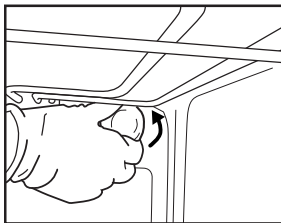

Fig. 7
2. Draai het beschermkapje los (Fig. 7), vervang het lampje (zie de opmerking voor het type lampje) en draai het beschermkapje weer vast.